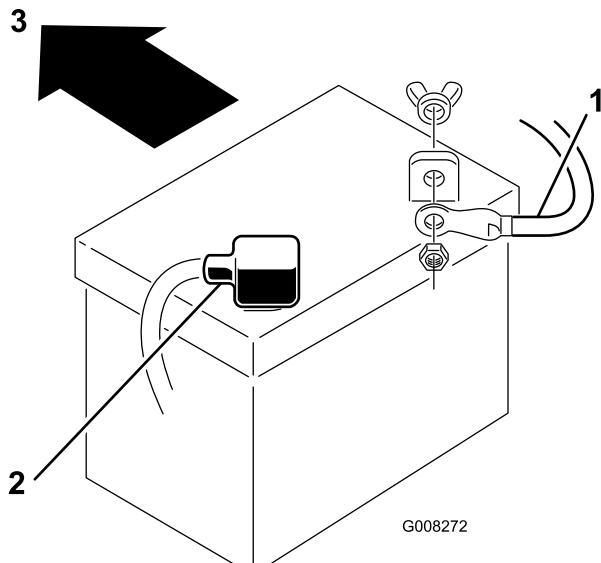

Figura 29
7. Desconecte el cable negativo de tierra (negro) del borne de la batería (Figura 29).
9. Desconecte el cable positivo (rojo) del borne de la batería (Figura 29).
1. Coloque la batería en el chasis con los bornes hacia la parte trasera de la máquina (Figura 29).
3. Usando el perno, las arandelas y la tuerca, conecte el cable positivo (rojo) al borne positivo (+) de la batería (Figura 29). Deslice la cubierta de goma sobre el borne de la batería.
4. Usando el perno y la tuerca de mariposa, conecte el cable negativo (negro) al borne negativo (-) de la batería (Figura 29). Deslice la cubierta de goma sobre el borne de la batería.